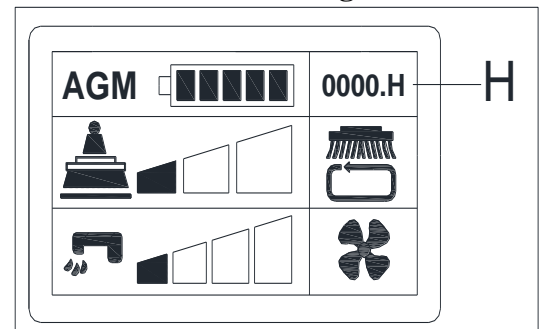

Abbildung 27
2. Drücken Sie den Schalter (35, Abb. 2), der Stundenzähler beginnt dessen Arbeit und zeigt gleichzeitig die Gesamtanzahl der Arbeitsstunden (H, Abb. 27) auf dem Displaybildschirm an.
3. Lösen Sie den Schalter (35).
4. Drehen Sie den Zündschlüssel (42) auf "0".